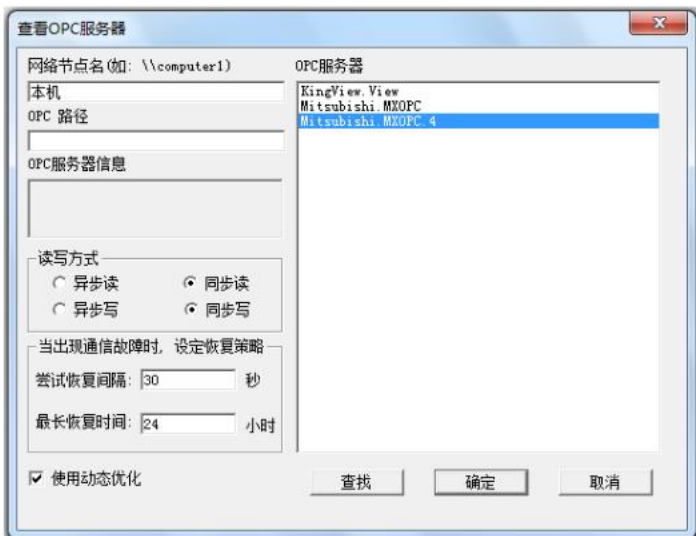

图 15
(2) 弹出窗口, 选择 “Mitsubish.MXOPC.4”, 并选择 “同步读” “同步写”, 点击 “确定” 按钮, 建立 OPC 连接, 图 15